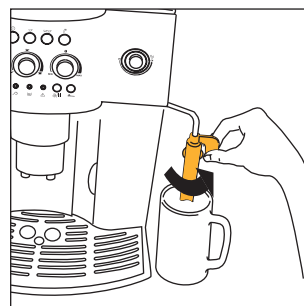
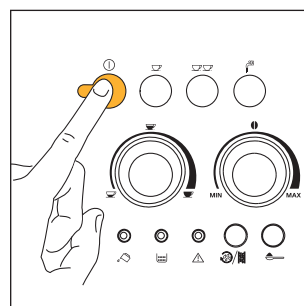
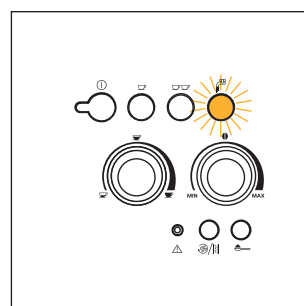

Fig. 3
Fig. 4
Fig.22
2. Verplaats het cappuccinomondstuk naar buiten toe, zet er een kopje onder (fig. 3) en schakel de machine in door te drukken op de knop ① (fig. 4).
- Draai het cappuccinomondstuk naar de buitenkant van het apparaat toe (fig. 3).
- Zet een recipiënt onder het cappuccinomondstuk (fig. 3).
- Zet een leeg recipiënt onder het cappuccinomondstuk (fig. 3). Draai de stoomknop een halve toer tegen de wijzers van de klok in (het controlelampje  knippert, fig. 22). Geef gedurende enkele seconden water en stoom af, tot alleen stoom afgegeven wordt.